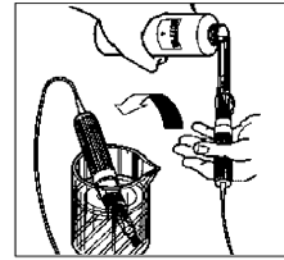

图 24
- 用 pH 值为 4 的溶液 (低校准溶液) 冲洗探测器,然后将探测器放在一个洁净容器中,并倒入足量的 pH 值为 4 的缓冲溶液,浸没传感器顶端 (参看图 24)。
3. 使用低缓冲溶液清洗 pH 探测器，然后将探测器放在洁净容器中。向容器中倒入足量的低缓冲溶液，浸没探测器顶端（参看图 24）。等待至少 2 分钟，使探测器稳定。
5. 倒掉低缓冲溶液。使用中缓冲溶液冲洗 pH 探测器，然后将探测器放在洁净容器中。向容器中倒入足量的中缓冲溶液，浸没探测器顶端（参看图 24）。等待至少 2 分钟，使探测器稳定！
7. 倒掉中缓冲溶液。使用高缓冲溶液冲洗 pH 探测器，然后将探测器放在洁净容器中。向容器中倒入足量的高缓冲溶液，浸没探测器顶端（参看图 24）。等待至少 2 分钟，使探测器稳定！